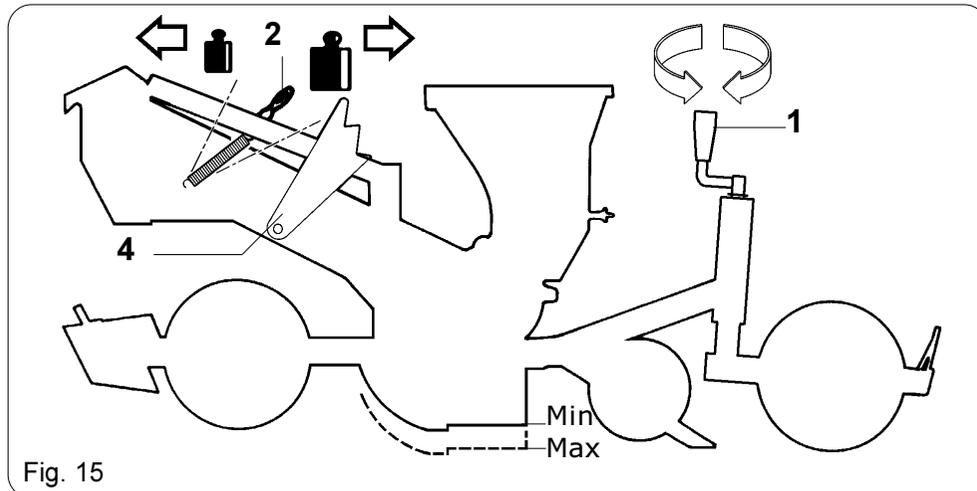
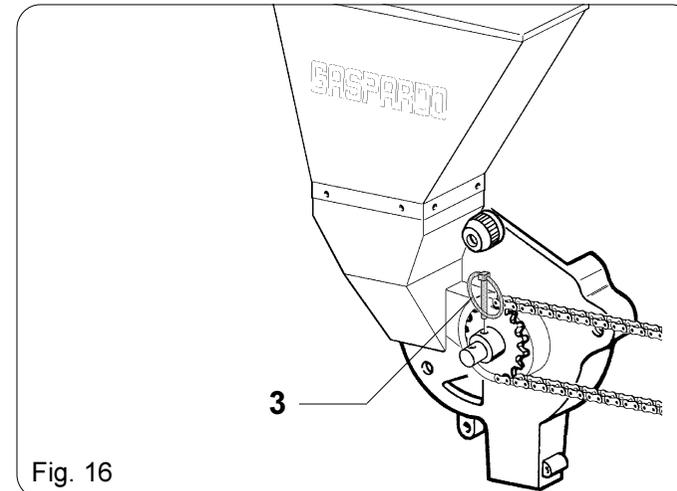

Fig. 15
Fig. 16
Per una buona emergenza dei germogli è importante collocare il seme alla giusta profondità sul letto di semina. Agendo sulla manovella (1 Fig. 15) si varia la posizione in altezza del falcione assolcatore, determinando la profondità del solco sul quale deporre il seme. L'indice graduato serve per regolare tutti gli assolcatori alla stessa profondità.
For the shoots to come up well it is important to place the seed at the right depth on the seeding bed. The handle (1 fig. 15) varies the height of the furrow opener blade, and so determines the depth of the furrow on which to place the seed. The graduated indicator serves to adjust all the furrow openers at the same depth.
Damit die Pflänzchen richtig aus dem Erdreich wachsen, ist es wichtig, die Samen in der richtigen Aussaatbetiefe einzulegen. Durch Betätigung des Griffs (1 Abb. 15) wird die Höhenposition der Säschar geändert, wodurch die Scharentiefe, in die der Samen gelegt werden muss, bestimmt wird. Der Stufenanzeiger dient zur gleichen Tiefeneinstellung aller Säscharen-reisser.
Pour une bonne émergence des pousses il est important de mettre la graine à la profondeur exacte sur le lit de semence. On peut changer la position du hache-paille (1 Figure 15) rayonneur en hauteur par la poignée; on détermine ainsi la profondeur du sillon dans lequel on déposera la graine. L'index gradué sert à régler tous les socs à la même profondeur.
Para una buena germinación de la semilla es importante que se coloque la semilla a la profundidad justa en el lecho de siembra. Actuando sobre el mango (1 Fig. 15), se varía en altura la posición de la hoz surcadora, determinando la profundidad del surco en el que se depositará la semilla. El índice graduado sirve para regular todos los surcadores en la misma profundidad.
L'azione del falcione assolcatore di incidere il terreno, è resa efficace dal carico impresso da detta molla (2 Fig. 15). Diverse situazioni di lavoro inducono a dover regolare la compressione al suolo; variando la posizione della molla in avanti o all'indietro si imprime minore o maggiore capacità di penetrazione (Fig. 15).
The sod-breaking by the furrow opener blade is made efficacious by the load of the said spring (2 Fig. 15). Different working situation need different soil compression adjustment; varying the position of the spring forwards or backwards, greater or lesser penetration pressure is given (fig.15).
Die das Erdreich aufschneidende Aktion der Säschar wird durch die von der Feder gegebene Ladung bewirkt (2 Abb. 15). Unterschiedliche Arbeitsbedingungen führen dazu, den Druck auf den Boden einstellen zu müssen; durch Veränderung der Federposition nach vorne oder nach hinten wird stärkeres oder geringeres Durchdringungs-vermögen eingeprägt (Abb. 15).
L'action du hache-paille rayonneur est efficace grâce à la charge imprimée par le ressort (2 Fig. 15). De différentes situations de travail entraînent le réglage de la compression sur le sol; par le changement de la position du ressort en avant ou en arrière on imprime une capacité de pénétration plus ou moins grande (Figure 15).
La acción de la hoz surcadora para la incisión del terreno se hace eficaz por la carga impresa por el mencionado muelle (2 Fig. 15). Distintas situaciones de trabajo llevan a tener a tener que regular la compresión en el suelo; variando la posición del muelle hacia adelante o hacia atrás, se imprime menor o mayor capacidad de penetración (Fig. 15).
- Sfilare la spina (3 - Fig. 16) dal pignone del distributore semi ed infilarla nel foro esterno dell'albero porta pignone. Sollevare ed agganciare il seminatore con la leva (4 - Fig. 15).
Importante ! Qualora il falcione non assolchi a sufficienza, tendere la molla con la maniglia (2 - Fig.15). L'eccessiva usura del falcione porta ad irregolarità nella distanza tra i semi.
- Unthread the pin (3 - Fig. 16) and put it into the outside hole. Lift the planting unit and hook the lever (4 - Fig. 15).
Important ! If the runner shoe does not furrow sufficiently, tighten the spring with the handle (2 - Fig. 15). Excessive wear of the planter shoe leads to irregularities in the seed spacing.
- In diesem Fall, Splint (3 - Fig. 16) aus dem Antriebsrad herausziehen und im äußeren Loch einschieben. Das Säelement hochheben und Hebel (4 - Fig. 15) anhacken.
Wichtig! Sollte die Säschar nicht tief genug durchfurchen, Feder (2 Bild. 15) stramm ziehen, da durch bekommt das Säelement eine bessere Bodenhaftung. Eine starke Abnutzung des Schar führt zu Unregelmäßigkeiten bei der Saatkornablage.
- Enlevez la goupille (3 - Fig. 16) et mettez la dans le trou extérieur. Soulevez l'élément semeur et accrochez le levier (4 - Fig. 15),
Important ! Si le soc ne marche pas assez profondément, on peut tendre le ressort spiral (2 - Fig. 15) . Une usure excessive du soc entraîne une répartition irrégulière des graines sur la ligne de semis.
- Sacar la clavija (3 - Fig. 16) del piñón del distribuidor de las semillas e introducirla en el agujero externo del pequeño eje relativo. Lavantar y enganchar la sembradora por medio de la palanca (4 - Fig. 15).
Importante ! Si la reja no penetra lo suficientemente, tensar el muelle mediante la manilla (2 - Fig. 15). El excesivo desgaste de la reja provoca irregularidades en la distancia entre las semillas.